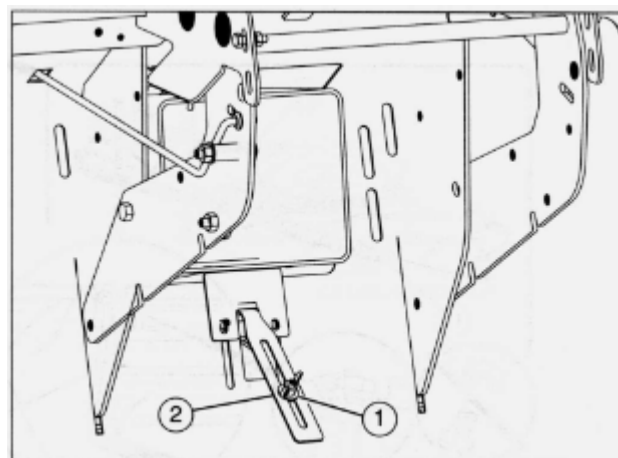

Рис. 37
При перемещении болта, шайбы и гайки (1) вверх чувствительность индикатора уменьшается (см. рис. 37). При перемещении вниз – увеличивается.
1. Отверните болт, шайбу и гайку (1).
2. Переместите их вверх/вниз по рычагу (2).